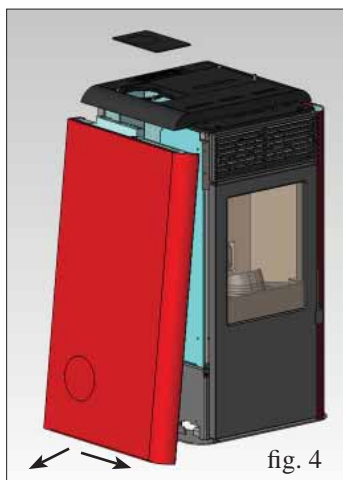

fig. 4
- Démontez le côté métallique gauche, en le déplaçant d'environ 2 cm vers la partie avant du poêle, en l'extrayant d'abord par le bas puis en le glissant sous le dessus (fig.4).